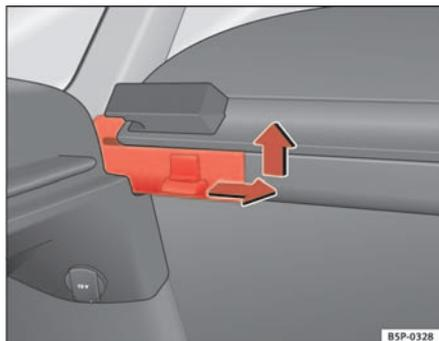

Fig. 121 Démontage de la plage arrière de rangement
- Appuyez sur la fiche latérale dans le sens de la flèche, levez la plage arrière et retirez-la ⇒ fig. 121.